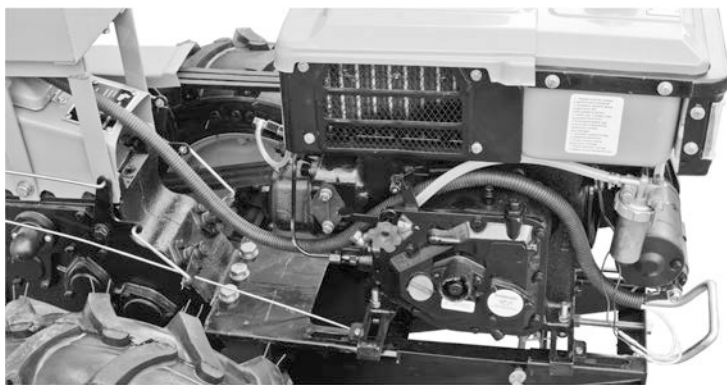
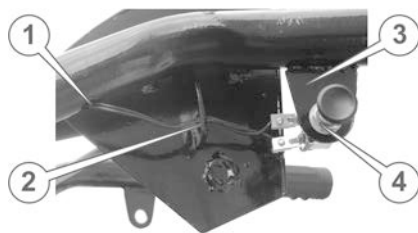

Рис. 4.13.
Рис. 4.14.
31. Протянуть пластиковый рукав с электропроводами от отсека для электроприборов до точки подключения электростартера и электрогенератора так, как показано на рис. 4.13.
32. Зачистить и подключить двоянный провод электропитания фары к клеммам выключателя фары (4) (см. рис. 4.14.).
33. Закрепить выключатель фары с помощью гайки на кронштейне (3) (см. рис. 4.14.), расположенном на левой рукоятке руля.
34. Пропустить двоянный провод электропитания фары через отверстие кронштейна (2) (см. рис. 4.14.) и направить в трубу левой рукоятки руля через отверстие (1) в этой трубе. Пропустить провод через кронштейн крепления руля и протянуть его вдоль пластикового рукава с электропроводкой (см. рис. 4.13.).